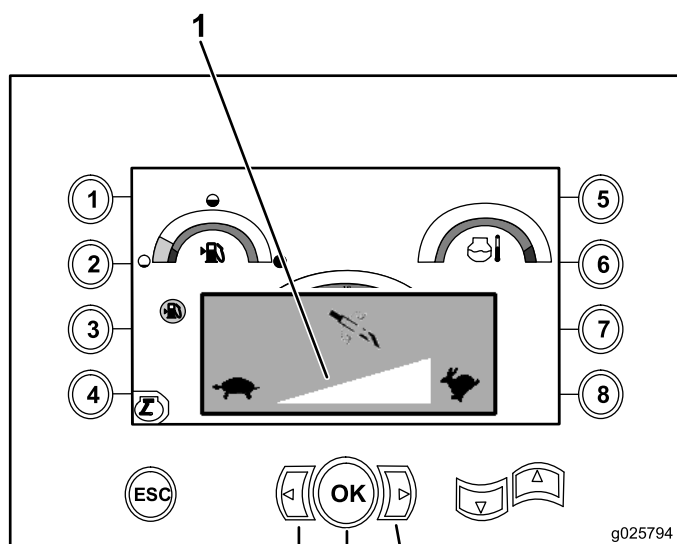

Рисунок 18
1. Нажмите кнопку со стрелкой влево, чтобы уменьшить частоту вращения, или нажмите кнопку со стрелкой вправо, чтобы увеличить ее (Рисунок 18).
2. Нажмите кнопку ОК, чтобы установить частоту вращения бура (Рисунок 18).